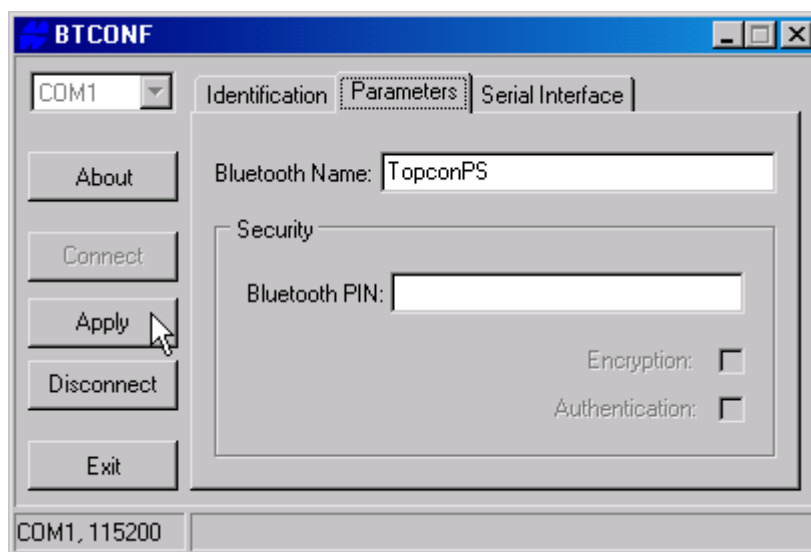

Рисунок 2-33. BTCONF. Вкладка Параметры
5. Выберите вкладку *Parameters* (Параметры) (см. рис. 2-33 на стр. 2-44). На ней можно установить идентификатор (название) модуля. В области *Security* (Безопасность) устанавливаются параметры защиты от несанкционированного доступа.
- Введите уникальное название модуля Bluetooth длиной до 14 символов (см. рис. 2-33) и щелкните на кнопке *Apply* (*Применить*).